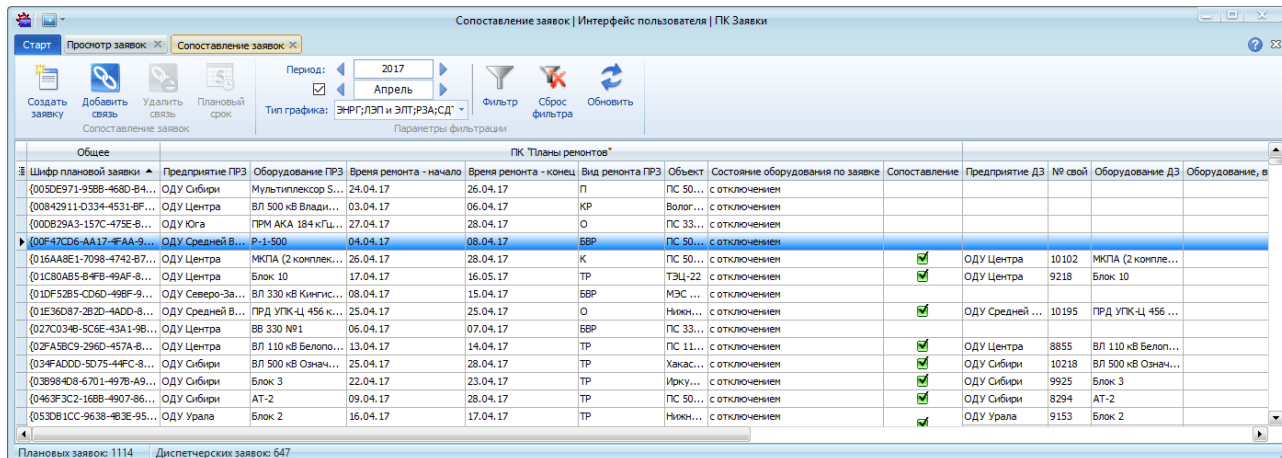

Рисунок 14.1 – Режим «Сопоставление заявок»
- из режима «Сопоставление заявок» (Рисунок 14.1) (см. раздел «14.2 Создание диспетчерской заявки на основании плановой ремонтной»).
Список заявок на форме «Сопоставление заявок» представлен в табличном виде (Рисунок 14.1). Таблица сопоставления заявок состоит из трех областей (Общее, ПК «Планы ремонтов», АСУРЭО), содержащих столбцы, описанные в таблице 31.